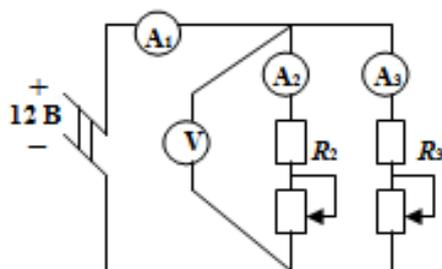

Рис. 5
3. Собрать электрическую цепь по схеме (рис. 5)